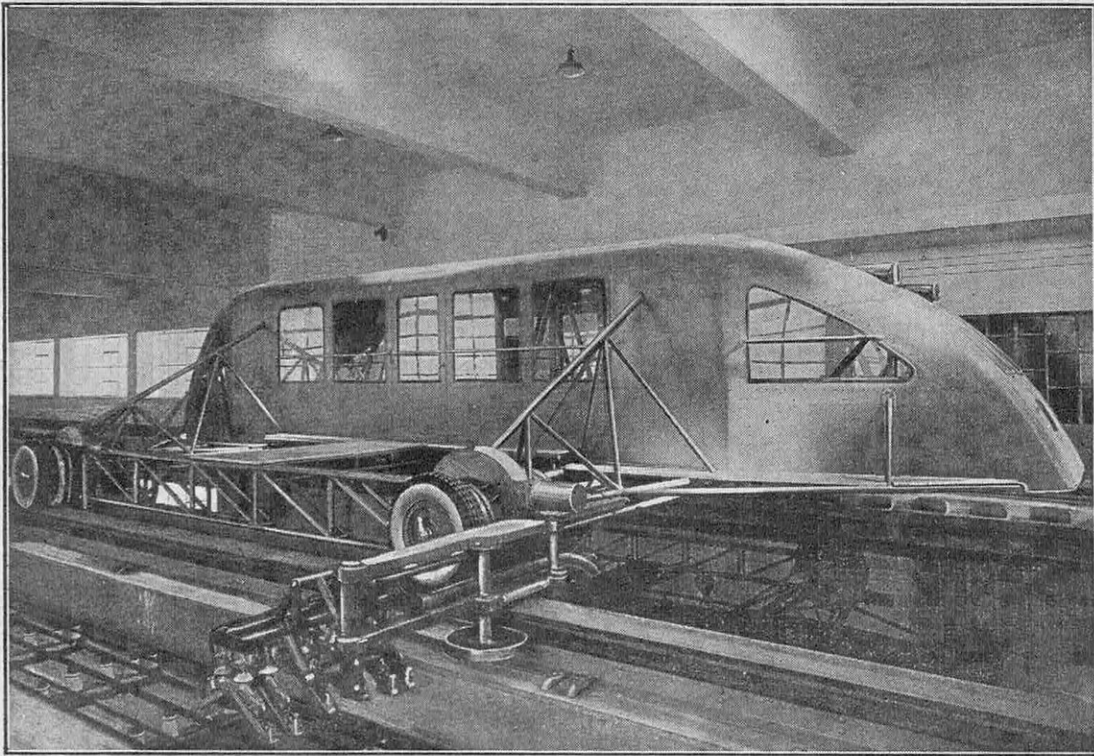

FIG. 6. — VUE LATÉRALE DU CHARIOT DU BASSIN HYDRODYNAMIQUE, DANS LEQUEL LA VITESSE DE DÉPLACEMENT PEUT ATTEINDRE 54 KILOMÈTRES À L'HEURE
Véritable bassin des carènes (1), il comporte d'abord un chariot formant un pont roulant circulant au-dessus de l'eau et entraînant dans sa course les modèles de coques ou de flotteurs soumis aux essais (fig. 6). La longueur du bassin est suffisante pour que